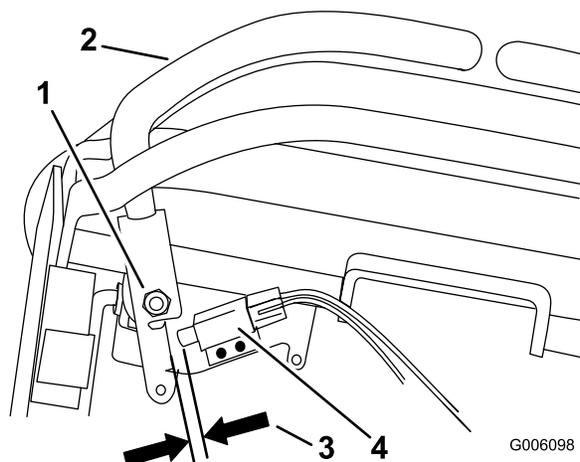

Figura 56
10. Compruebe la distancia entre la palanca de control y el interruptor, según se muestra en Figura 56. La distancia debe ser de 1.6 a 2.4 mm (1/16 pulg. a 3/32 pulg.)